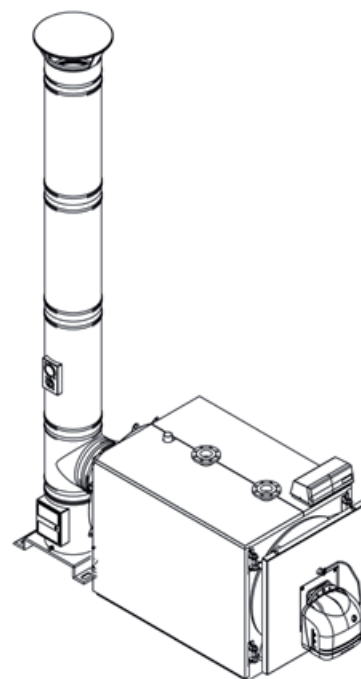

fig. 8
5.4 Scarico dei prodotti di combustione (Fig. 8)